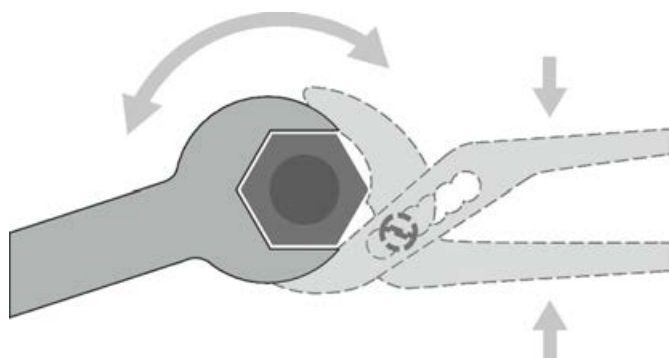

Fig. 27: Emplee pinzas de bomba de agua para contrarrestar la fuerza de apriete
1. ▶ Sujete la parte final de la tubería roscada del recuperador de calor con unos alicates para bombas de agua (Fig. 27 /2).
2. ▶ Sujete la parte final de la tubería roscada con una llave (perfil hexagonal, Fig. 27 /1) para conectar el recuperador de calor.
- Al conectar, fije la conexión roscada en el recuperador con una llave (Fig. 27 /2).